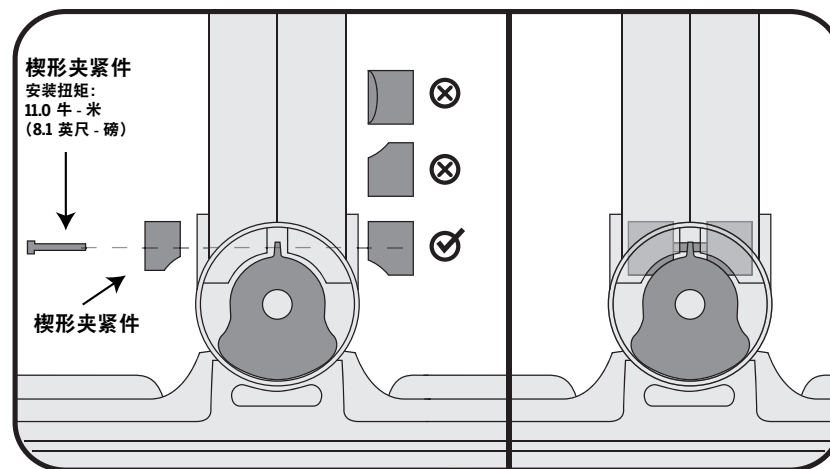

图 4. 确保楔形夹紧件曲面向下安装
7. 如果没有安装楔形夹紧件，请将楔形夹紧件曲面向下装到倾斜操纵架底部两边，每边一个，并松松地拧入紧固件。请参见图 4。